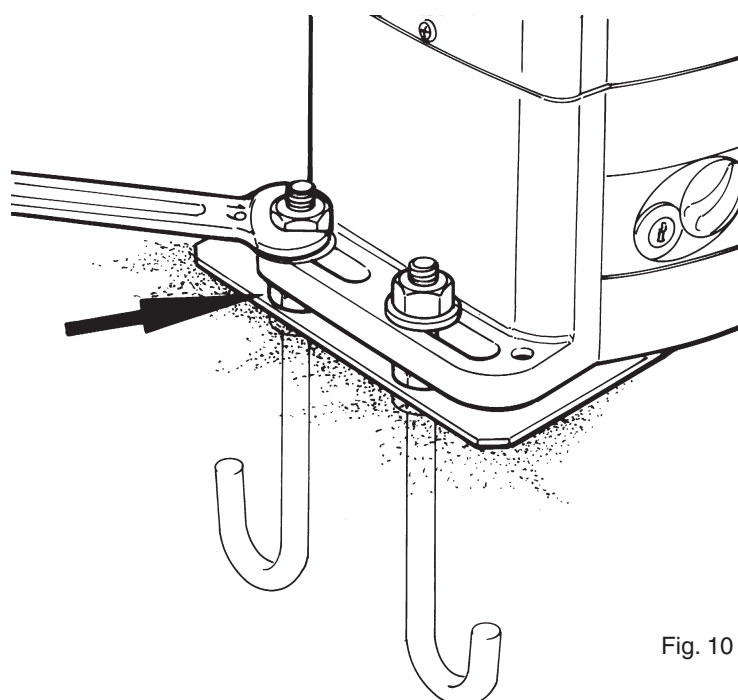

Fig. 10
- Avvitare i 4 dadi bassi qualora si voglia regolare in altezza (max 10 mm) il motoriduttore, altrimenti non utilizzarli. (fig. 10)
- Visser les 4 écrous bas si on désire régler en hauteur le motoréducteur (10 mm maximum), en cas contraire, ne pas les utiliser (fig. 10).
- Die vier flachen Muttern anschrauben (max. 10 mm), falls der Getriebemotor in der Höhe verstellt werden soll, andernfalls die Muttern nicht benutzen, Abb. 10.
- Enrosque las 4 tuercas bajas si desea regular la altura del motorreductor (10 mm. máx.), en caso contrario, no las use (fig. 10).
- Tighten the 4 low nuts if you wish to adjust the height of the gearmotor (10 mm maximum), otherwise do not use them (Fig. 10).